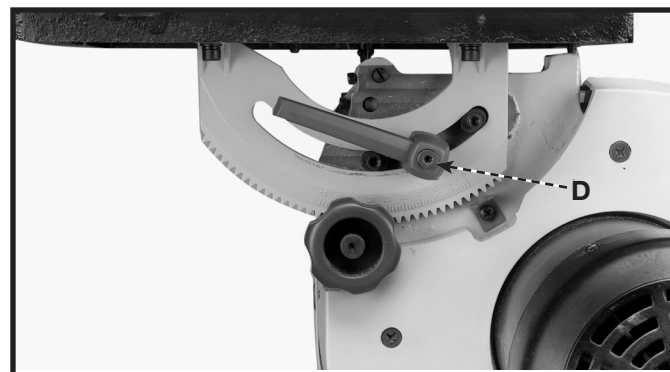

Fig. 13A
6. Vuelva a montar el tornillo (D) Fig. 13A y apriete utilizar 4 mm provided de la llave inglesa del mal de ojo.